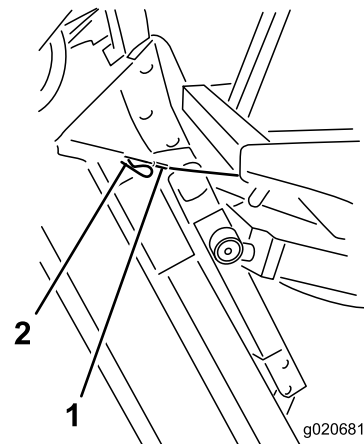

Figura 83
6. Mantenendo il piatto di taglio verticale, fate passare l'estremità del cavo sopra il perno del braccio di sollevamento del piatto di taglio e fissate il cavo con la coppiglia (Figura 83).